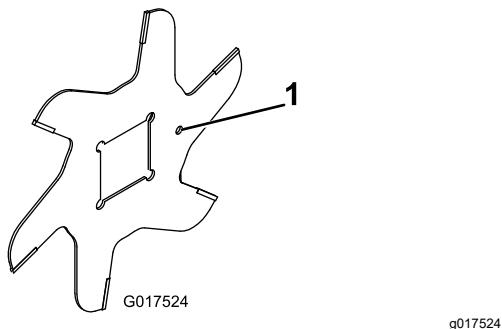

Bild 16
1. Montieren Sie ein Messer (Bild 16).
4. Bild 16 Bauen Sie das nächste Messer nach links ein, sodass das Indexreferenzloch nicht um ein Sechstel der Welle mit dem ersten Messerloch ausgerichtet ist.